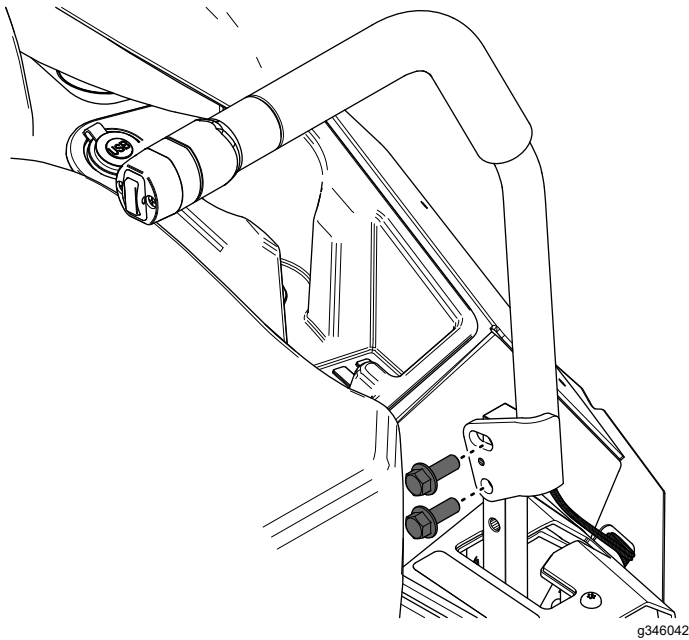

Figure 7
1. Fixez le nouveau levier de commande de déplacement gauche à l'aide des 2 boulons à embase ( $\frac{3}{8}$ " x 1") retirés précédemment, comme à la Figure 7.